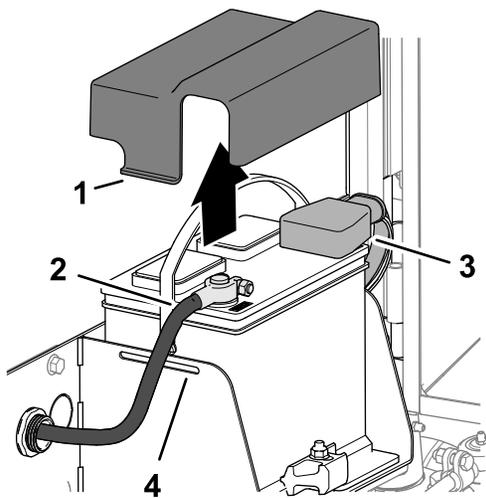

図 96
3. バッテリーカバーの側面を両側から押して、カバーをバッテリートレイから外す **図 96**。